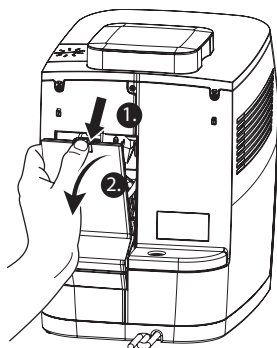

Abb. 14: Abdeckung der Brühseinheit entfernen
3. Entfernen Sie die Abdeckung der Brühseinheit auf der Rückseite des Gerätes, indem Sie die Lasche mit dem Daumen herunterdrücken und zu sich ziehen (Abb. 14).